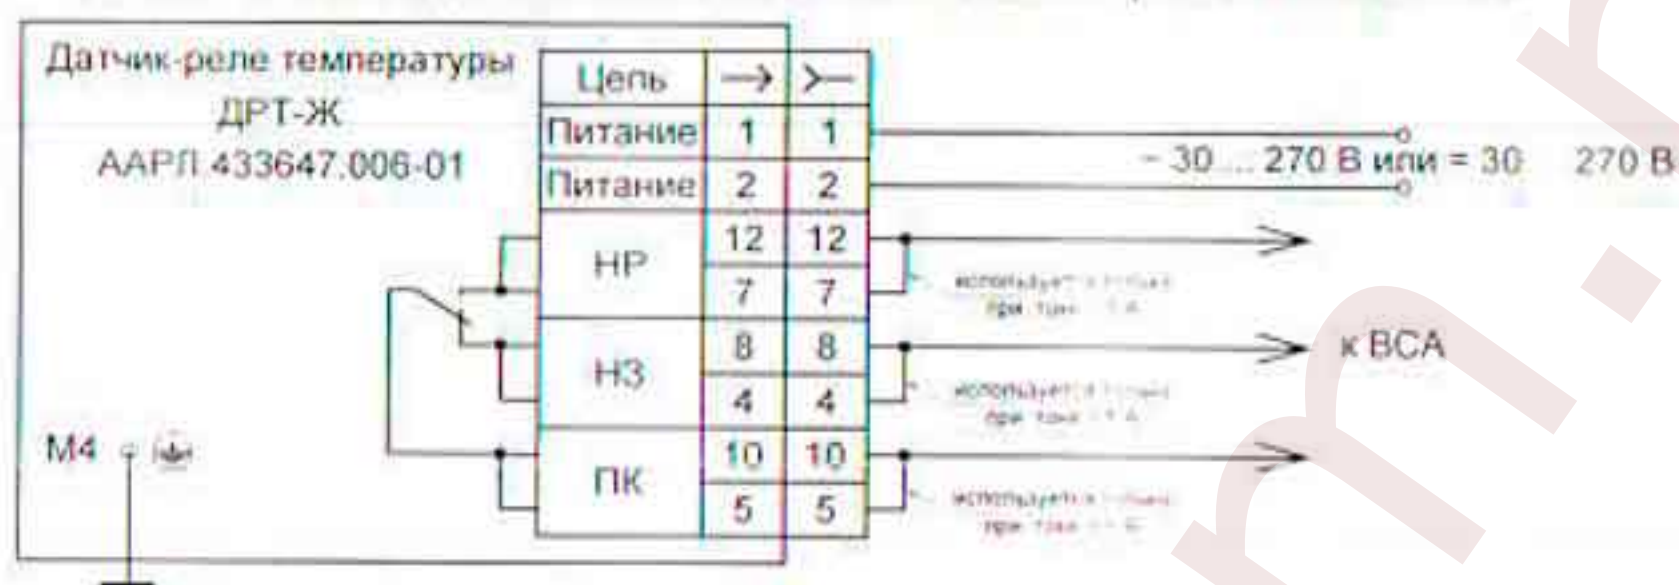

Рисунок 2 - Схема подключения ДРТ-Ж
5.2 Внешние электрические соединения датчика производить гибким медным проводом сечением  $0,5 \text{ мм}^2$  согласно схеме подключения, рисунок 2. В зависимости от внешней системы автоматизации (ВСА) в датчике используется нормально разомкнутый (НР) контакт или нормально замкнутый (НЗ).